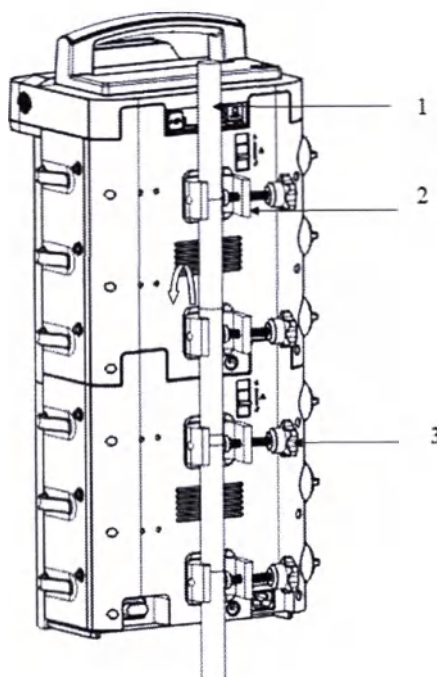

Рис. 18. Крепление стыковочной станции на инфузионной стойке.
2. Установите трубку инфузионной стойки (1) в посадочное место крепления (2) и затяните зажимной винт (3), как показано на рис. 18.